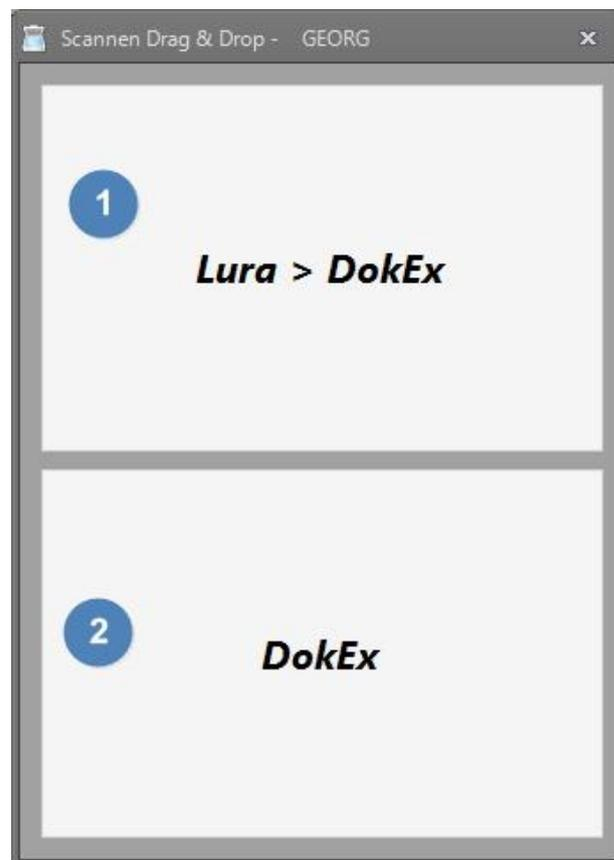

Abbildung 4: c
1.) **GEORG** starten und über **digiDoc** (oder **Shift+F11**) (Abb.: 4) in den Scan-Modus verzweigen. Gehen Sie nun in den Auftrag, zu dem die zu scannenden Dokumente gespeichert werden sollen.
2.) Aktivieren Sie den **Scannen-Modus** mit **Shift+F11** und ziehen Sie die Dateien auf das "Scannen aktiv"-Symbol (Abb.: 4). Die Risse werden nun automatisch in die Rissdatenbank einsortiert, da die Zuordnung aus dem Filenamen eindeutig abzuleiten ist. Dabei werden **nicht vorhandene Gemarkungen und Flure neu angelegt**.